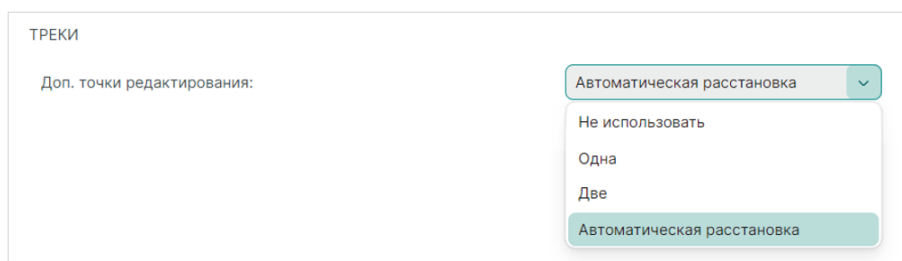

Рис. 115 Выбор дополнительных точек редактирования
- «Дополнительные точки редактирования» – настройка определяет количество дополнительных точек редактирования, выбор осуществляется в выпадающем меню, см. Рис. 115.